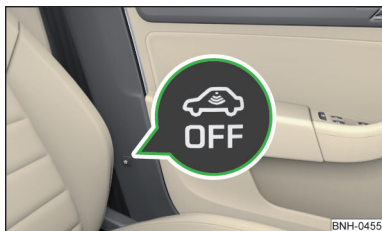

Abb. 52
- ▶ Die Taste  an der Mittelsäule auf der Fahrerseite drücken » Abb. 52, in der Taste leuchtet das Symbol  auf.